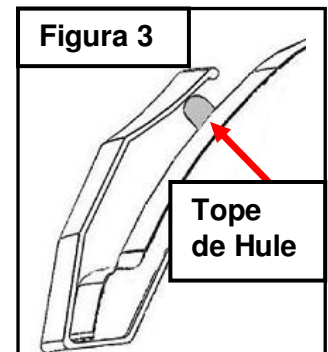

Figura 3
6. Coloque el tope de hule en el cofre del vehículo, en el lugar donde las orillas del Deflector de Cofre están más cercanas al cofre (**Figura 3**). **Limpie el lugar primero con alcohol isopropílico y quite la cubierta del adhesivo en el tope de hule antes de instalarlo en el cofre.**